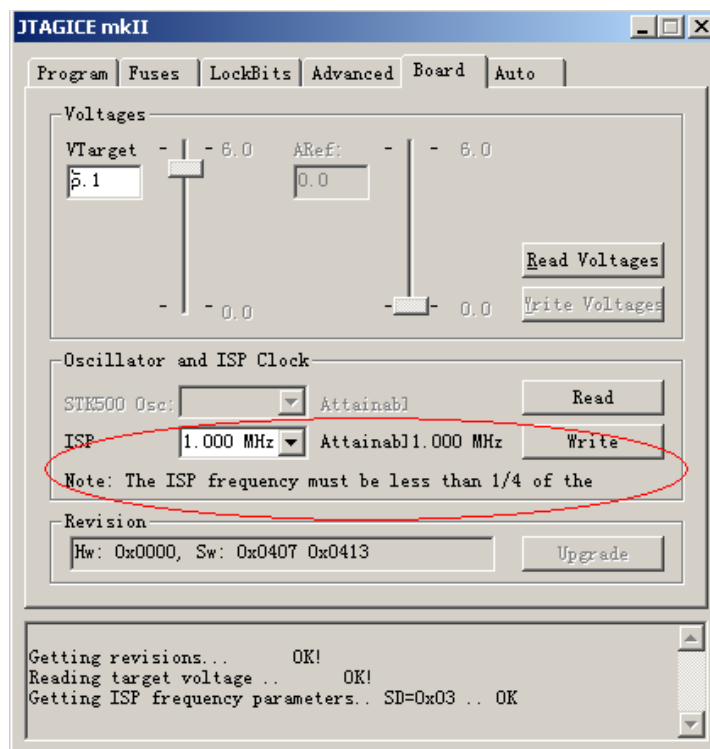

图 18
(3) .注意如下图 18 中的红线标示: ISP 频率须小于 MCU 频率的 1/4, 否则将导致编程失败。